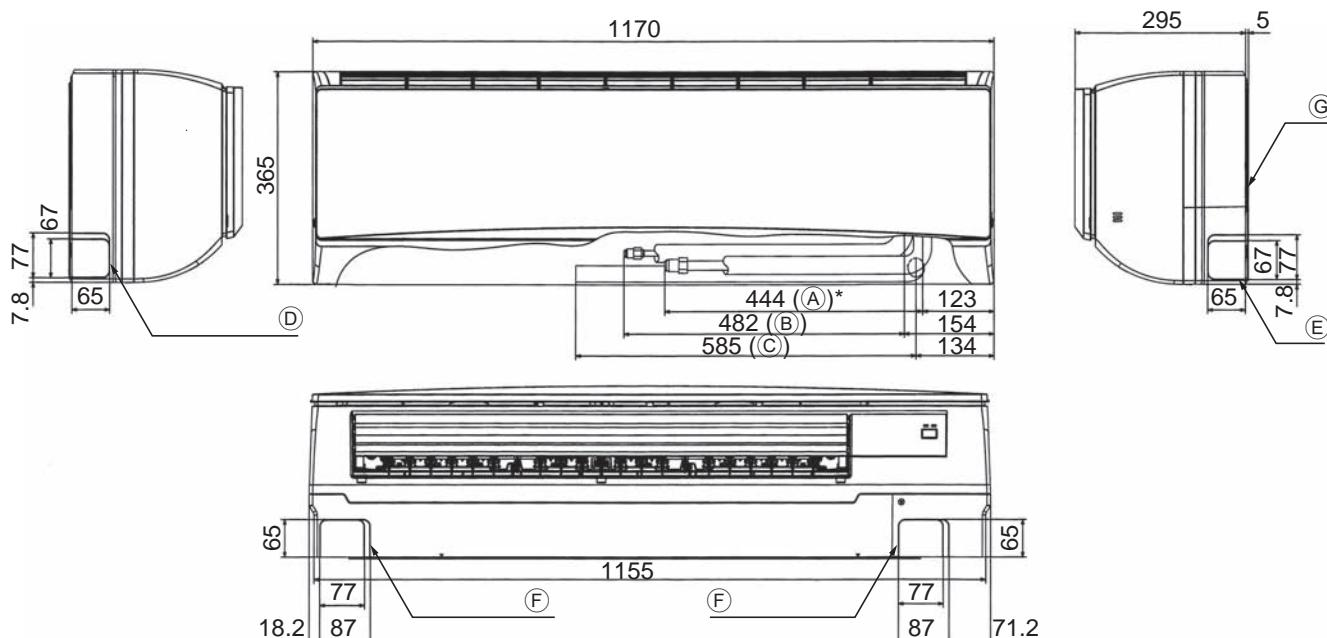

Fig. 4-2
4.2. Colocación de los tubos del refrigerante y de drenaje (Fig. 4-2)